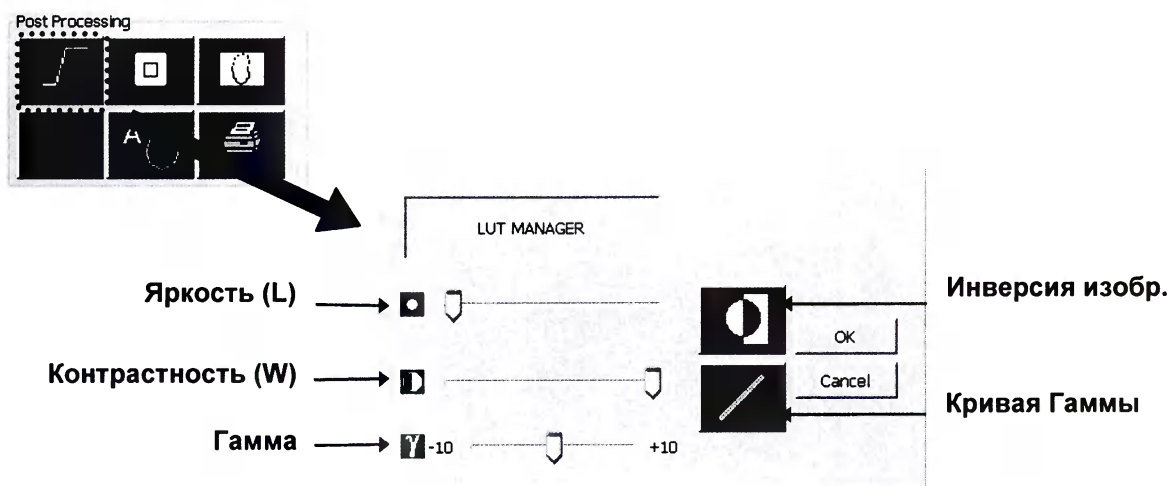

Рисунок 108
9.5.13.2.2 Для регулировки яркости и контрастности используйте команды в меню **LUT MANAGER** (см рисунок 108).